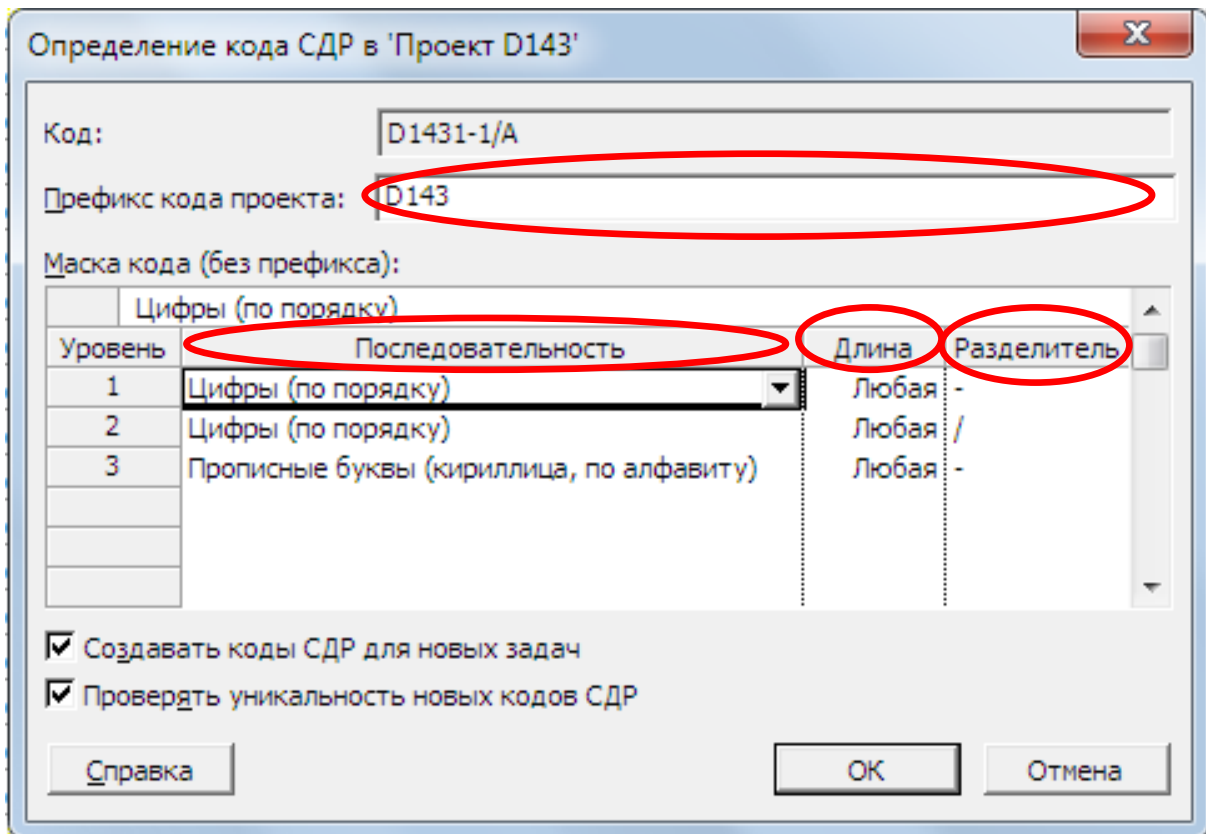

Рис. 13 – Диалоговое окно **Определение кодов СДР**
18. В окне **Определение кодов СДР** (рис. 13) вводится префикс, определяются последовательность, длина и разделители